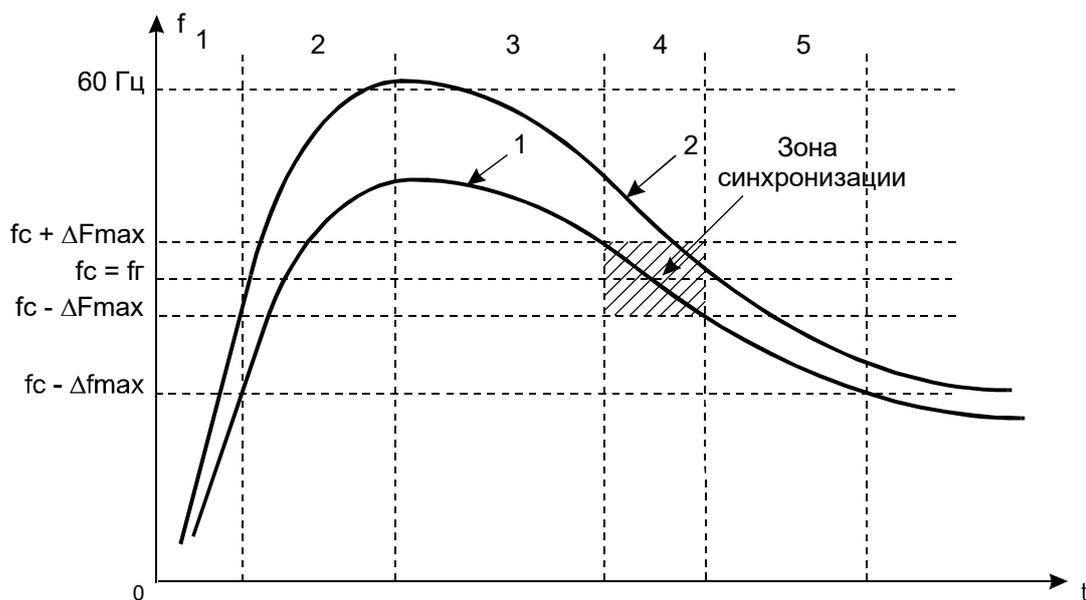

Рис. 3. График изменения частоты генератора.
1.4.4.1 При частотном пуске генераторов в режиме синхронного компенсатора синхронизация с сетью осуществляется на выбеге, т.е. генератор принудительно разгоняется до частоты большей частоты сети, после чего разгон прекращается и частота постепенно снижается. Синхронизация осуществляется на спадающем участке характеристики (см. рис. 3).
1.4.4.3 При возрастании частоты генератора (зона 2 кривой 1 на рис. 3) на индикатор выводится сообщение: «Увеличение  $F_{ген}$ » и текущее значение  $\Delta f$ . Если значение частоты генератора превысит 60 Гц (кривая 2 на рис. 3), то синхронизация запрещается, включается реле «Запрет синхронизации» и светодиод «Блокировка». Включается реле «Сигнализация». На индикатор выводится сообщение: «Синхр. невозможна.  $F_T > 60$  Гц».
1.4.4.4 При снижении частоты генератора или при постоянной частоте (зона 3 на рис. 3) производятся проверки аналогичные п. 1.4.3 и рассчитывается ускорение  $a$ . На индикаторе сообщение: «Синхронизация», но команды на включение выключателя не выданы, пока значение  $f_T$  не достигнет значений зоны синхронизации (зона 4 на рис. 3).
1.4.4.5 При снижении частоты генератора ниже значения  $f_c - \Delta f_{max}$  (зона 5 на рис. 3) синхронизация прекращается. На индикатор выводится сообщение: «Уменьшение  $F_{ген}$ » и текущее значение  $\Delta f$ .
2.2.3.3 Подключить внешние цепи к кабельным частям клеммников проводом сечением от 0,08 до 3,3 мм2. Функциональное назначение контактов клеммников и разъемов синхронизатора приведено на рис. 5 приложения. Размещение клеммников и разъемов приведено на рис. 3.